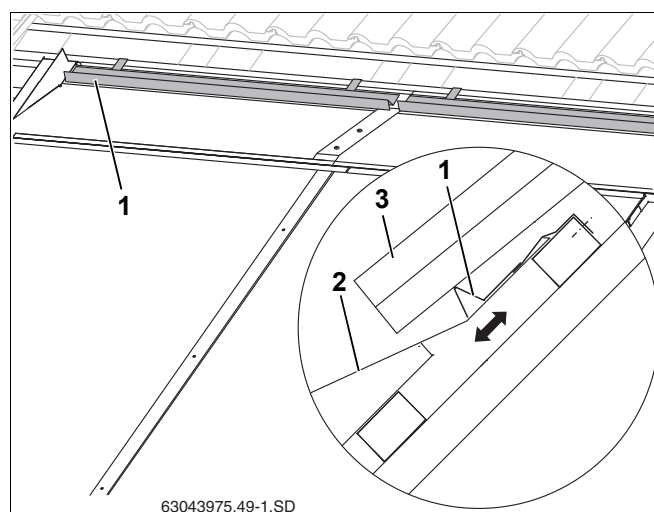

Рис. 61 Укладка и крепление опор для черепицы
- как можно дальше перекрыть накладной лист (рис. 61, **поз. 2**), при этом не касаясь его, и
- ▶ Установите опору (рис. 61, **поз. 1**) в нужном положении и прикрепите к обрешетке.
- ▶ Положите обрезанные черепицы (рис. 61, **поз. 3**).